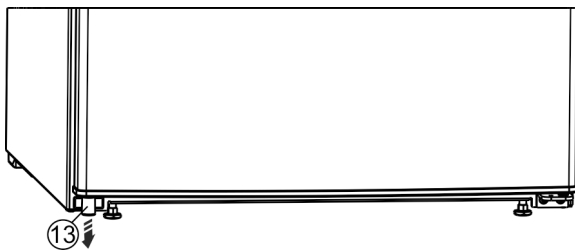

Fig. 14 \*
- ▶ Извадете дистанционния елемент Fig. 14 (13) от вратата долу вляво.\*